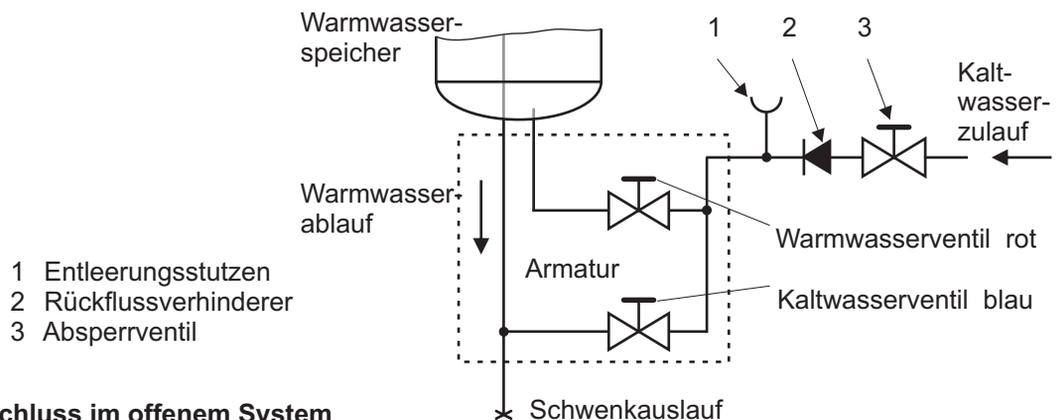

Bild 4: Wasseranschluss im offenem System
- Die Wasserentnahme kann bei drucklosen Durchflussbetrieb nur an einer Stelle erfolgen (**siehe Bild 4**).